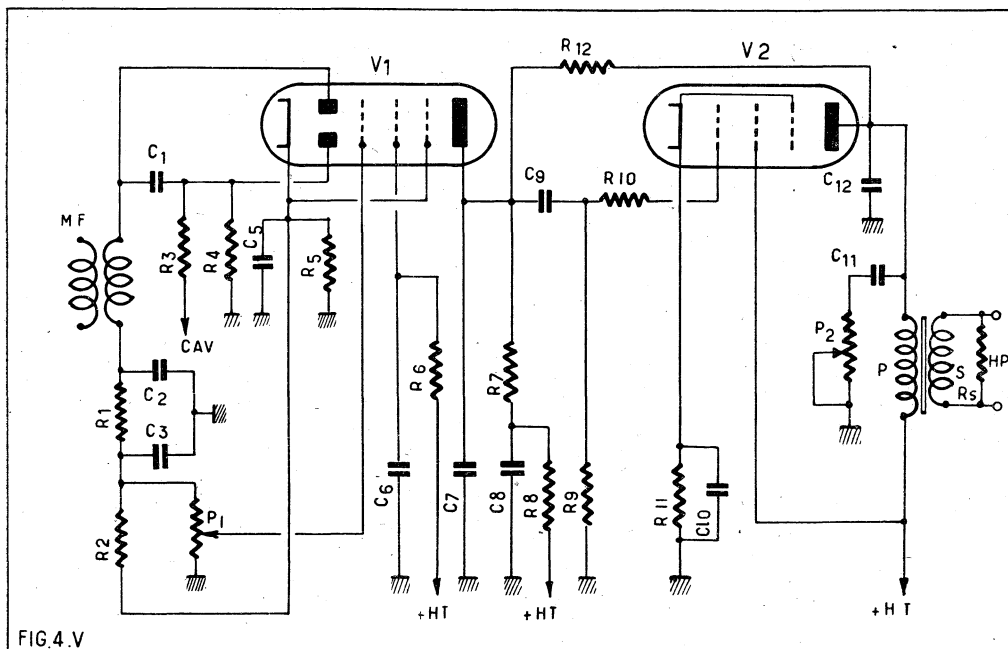

FIG. 4.V
La figure 4 - V donne le schéma de la sortie BF d'un récepteur à lampes secteur. La lampe V_1 est une double diode pentode. Les diodes sont utilisées comme détectrices et lampes de réglage automatique de volume (CAV). L'élément pentode de V_1 sert d'amplificateur de tension tandis que la pentode finale V_2 est une lampe de puissance de 2 à 6 W modulés.
b) Placer le curseur de P_1 (voir fig. 4 - V) du côté correspondant au maximum de gain, c'est-à-dire vers C_4 . Ne plus toucher à P_1 pendant la durée de la mesure. Débrancher C_{11} du point X.